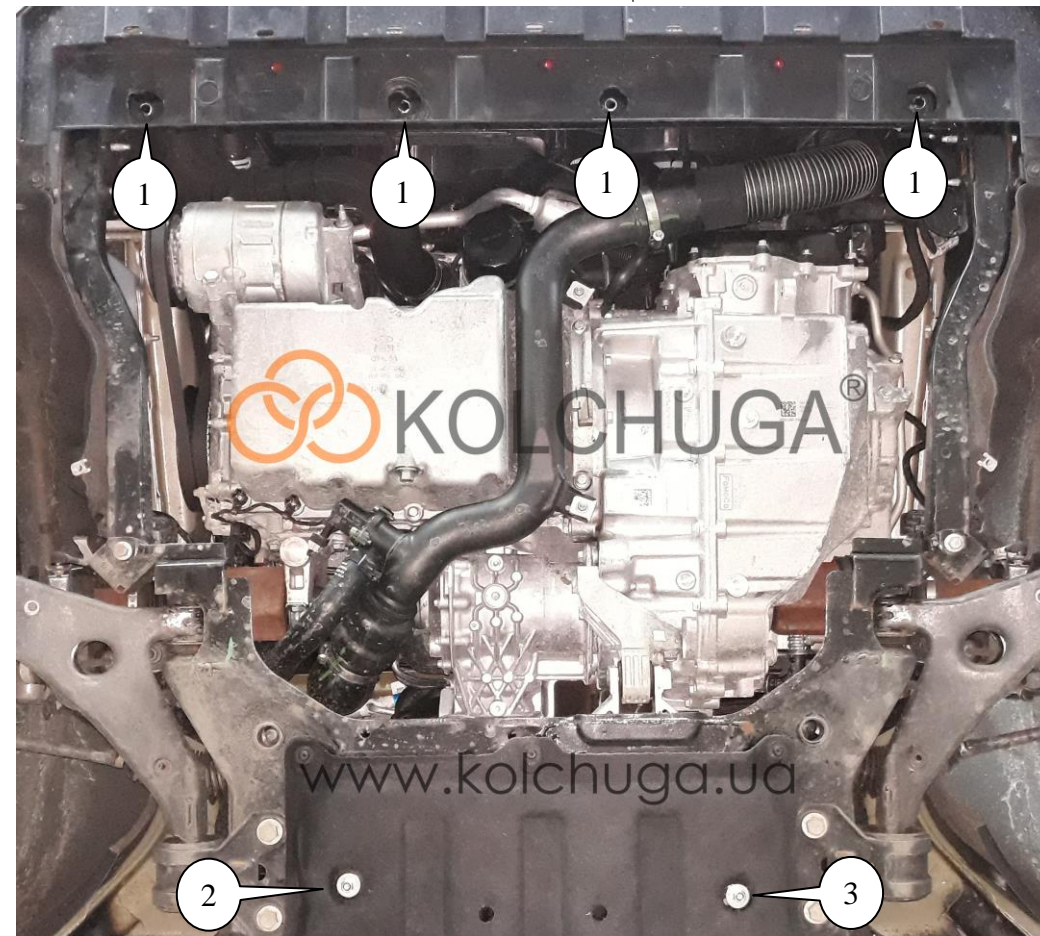

Рис.1
1. Рассверлить отверстия сверлом $\text{Ø}11\text{мм}$ и установить клепальные гайки 5, поз.1, рис.1.
2. Установить крепеж 7 в отверстия балки двигателя и наживить гайки 5 с шайбами 10, поз.2, рис.1.